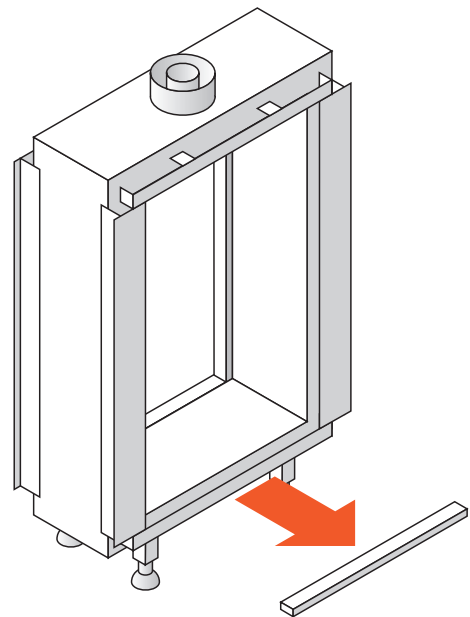

Abb. 10.3 Demontage die unteren Verkleidung
- Nehmen sie die obere Verkleidung ab (Abbildung 10.3).